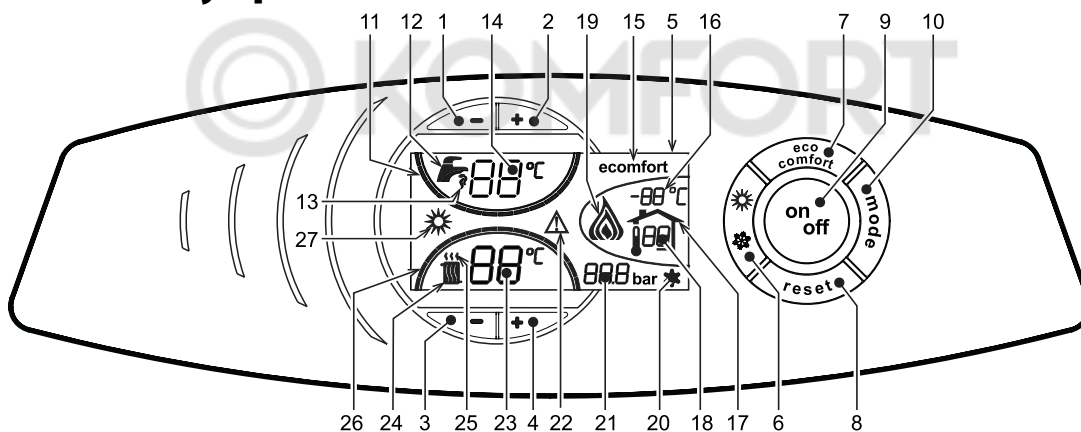
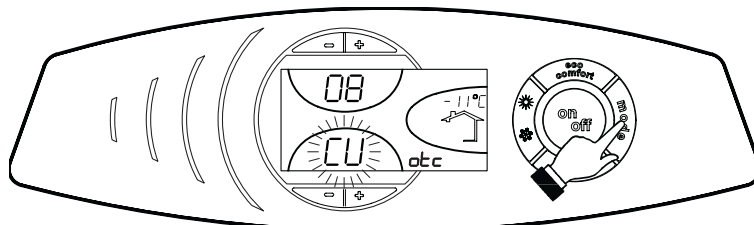
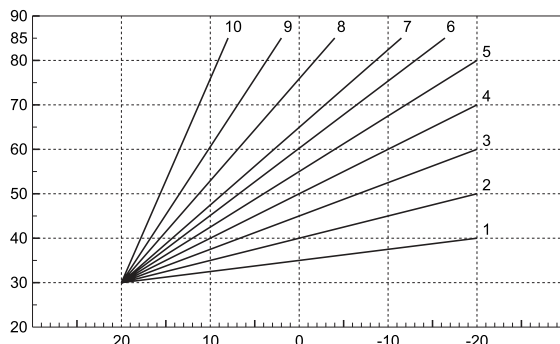
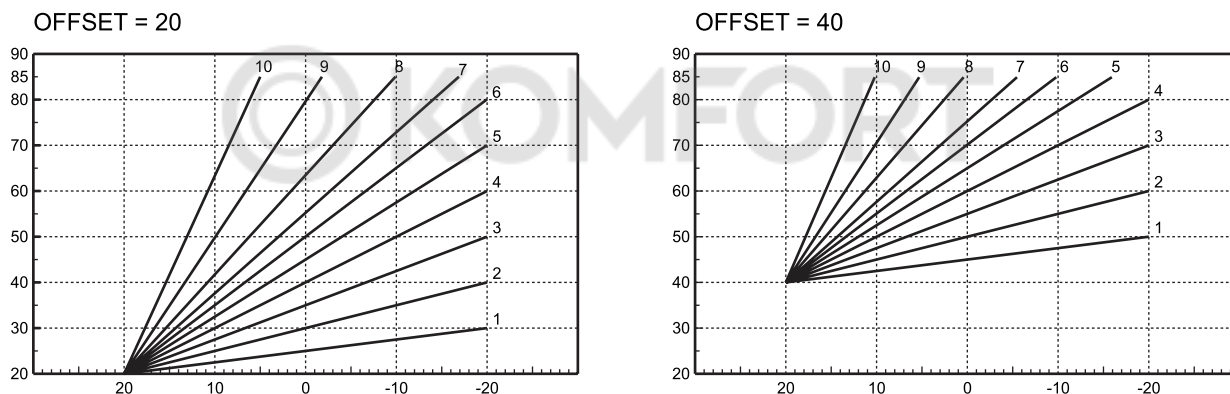

рис. 1 - Панель управления
рис. 11 - Кривая компенсации
рис. 13 - Компенсационные характеристики
рис. 14 - Пример параллельного смещения компенсационных характеристик
О поступлении команды на включение отопления (от комнатного термостата или от пульта ДУ) предупреждает мигание индикатора теплого воздуха, над радиатором (поз. 25 - рис. 1).
Индексные метки с подсветкой системы отопления (поз. 26 - рис. 1) загораются по мере приближения измеряемой датчиком температуры к заданному значению.
О поступлении команды включения котла на нагрев бойлера, генерируемой при остывании воды в бойлере, предупреждает мигание соответствующего индикатора (поз. 13 - рис. 1). Убедитесь, что функция Comfort включена (поз.15 - рис. 1)
Индексные метки с подсветкой системы ГВС (поз. 11 - рис. 1) загораются по мере приближения измеряемой датчиком температуры к заданному значению.
При включенной системе нагрева воды в бойлере (заводская установка) на дисплее отображается символ режима COMFORT (поз. 15 - рис. 1); наоборот, если система нагрева выключена, на дисплее высвечивается символ режима ECO (поз. 15 - рис. 1)
Бойлер может быть выключен пользователем (режим ECO) путем нажатия кнопки  (поз. 7 - рис. 1).
Для включения режима COMFORT снова нажмите клавишу  (поз. 7 - рис. 1).
Нажмите клавишу  (поз. 9 - рис. 1) в течение 1 секунды.
Для повторного включения котла вновь нажмите клавишу  (поз. 9 рис. 1) в течение 1 секунды.
- Нажмите кнопку ВКЛ/ВЫКЛ (поз.9 - рис. 1)
Нажмите клавишу  (поз. 6 - рис. 1) в течение 1 секунды.
На дисплее высвечивается символ «Лето» (поз. 27 - рис. 1). При этом котел будет работать только на контур ГВС. Система защиты от замерзания остается активной.
Для переключения в режим «Зима» вновь нажмите клавишу  (дет. 6 - рис. 1) в течение 1 секунды.
Температура в системе отопления регулируется в пределах от 30 °С до 90 °С с помощью клавиш  (поз. 3 и 4 рис. 1); однако, не рекомендуется эксплуатировать котел при температуре ниже 45 °С.
Температура воды в бойлере ГВС регулируется в пределах от 10°С до 65°С с помощью клавиш  (поз. 1 и 2 - рис. 1).
При наличии датчика уличной температуры (опция) на дисплее панели управления (поз. 5 - рис. 1) отображается измеряемая этим датчиком температура. При этом система управления котлом работает в погодозависимом режиме. В этом режиме температура воды, подаваемой в систему отопления, регулируется в зависимости от уличной температуры с тем, чтобы обеспечить максимальный комфорт и экономию энергетических ресурсов в течение всего отопительного сезона. Так, при повышении уличной температуры понижается температура подачи воды в систему отопления, что производится по установленной «кривой компенсации».
С переключением в погодозависимый режим показатель температуры, устанавливаемый клавишами  (поз. 3 и 4 - рис. 1) соответствует максимальной температуре подачи воды в систему отопления. Рекомендуется устанавливать максимальное значение заданной температуры с тем, чтобы позволить системе регулировать изменение температуры во всем диапазоне значений.
При однократном нажатии кнопки  (поз. 10 - рис. 1) на дисплей выводится текущая компенсационная характеристика (рис. 11), которую можно изменить с помощью кнопок задания температуры воды ГВС  (поз. 1 и 2 - рис. 1). Измените конфигурацию кривой в пределах от 1 до 10 в зависимости от характеристики (рис. 13). При задании значения 0 функция регулировки в режиме плавающей температуры исключается.
При одновременном нажатии кнопок регулировки температуры отопления  (поз. 3 и 4 - рис. 1) открывается доступ к параллельному смещению характеристик (рис. 14), с помощью кнопок регулировки температуры в контуре ГВС  (поз. 1 и 2 - рис. 1).
Для выхода из режима параллельного смещения кривых еще раз нажать клавишу  (поз. 10 - рис. 1).
Если к котлу подключено устройство дистанционного управления (опция), вышеописанные операции могут производиться только так, как указано в таблице 1. При этом на дисплее пульта управления (поз. 5 - рис. 1) высвечивается температура в помещении, измеряемая встроенным температурным датчиком устройства управления.
Выбор режимов ECO/COMFORT	При отключении режима ГВС с пульта ДУ котел устанавливается в режим «Eco-putu». В этих условиях кнопка 7рис. 1 - на панели котла отключена.
При включении режима ГВС с устройства ДУ котел устанавливается в режим COMFORT. В этих условиях с помощью кнопки 7рис. 1 - на панели управления котла можно выбрать любой из этих двух режимов.